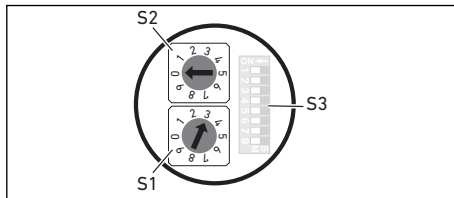

Fig 8: Adressomkopplaren S1, S2 och lägesomkopplaren S3 på fältbusnoden
Stationsadressen ställs in med de båda brytarna S1 och S2 (se Fig. 8)
- ▶ Välj stationsadress valfritt från 1 till 99 med S1 och S2 (se Fig. 8):
Lägesomkopplaren S3 för inställning av diagnosmeddelanden sitter under PG-skruvlock **A** (se Fig. 8 på sidan 319).